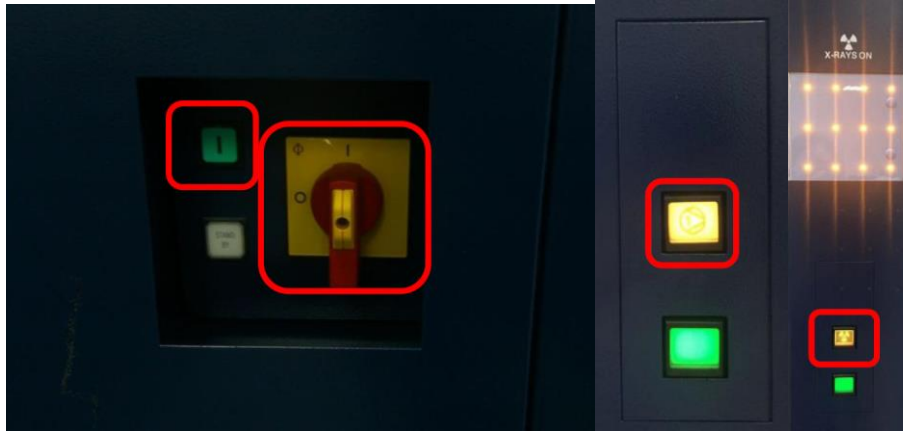

图6-3 开关电源及显示灯
6.5.2在衍射仪左侧面，将红色旋钮从“O”旋至“I”的位置，将绿色按钮按下，此时机器开始启动和自检；启动完毕后，仪器主机左侧面的两个指示灯显示为白色；（注意：绿色表示仪器主机与控制电脑间通讯良好；若电脑未开机，则只显示白色）按下高压发生器按钮，高压发生器指示灯亮，此时从“I”变成灯丝形状（注意：此时在心里默数30下，再摁“灯丝”扭（上方扭）；此时上方高压指示灯开启并变成©（©表示初级泵启动）。此一系列显示灯的变换只持续短短数分钟。）；如果是较长时间未开机，仪器将自动进行光管老化，此时按键为闪烁的蓝色，并且显示COND。老化完毕后，高压指示灯显示为（图6-3）。仪器启动完毕后方可进行测量。